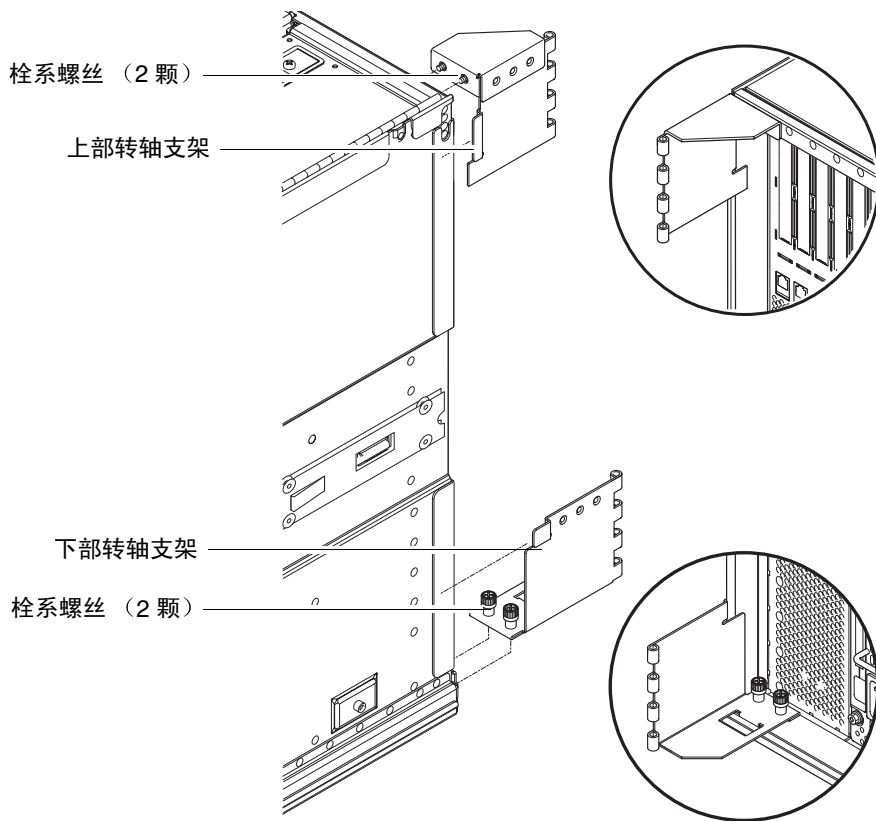

图 1-19 安装上部和下部转轴支架
2. 从电源电缆臂的下部转轴支架上取下铰链销（图 1-19）。
3. 使用两颗栓系螺丝将上部转轴支架固定到系统上（图 1-19）。
4. 使用两颗栓系螺丝固定下部转轴支架（图 1-19）。